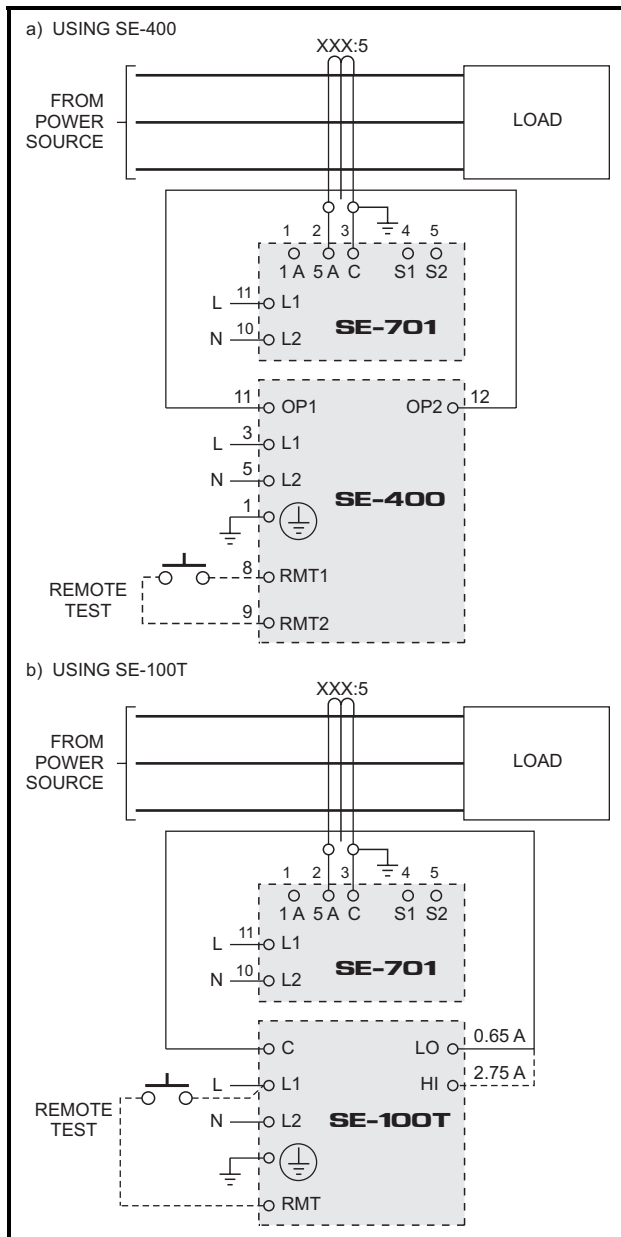

РИС. 7. Схемы тестирования защиты от короткого замыкания на землю
- d) Проверьте правильность реакции размыкающего цепь устройства в ответ на моделированный или контролируемый ток КЗ на землю. Для моделирования тока короткого замыкания на землю воспользуйтесь инъекцией тока первичной обмотки СТ. На Рис. 7 (а) изображена тестовая схема с применением Блока тестирования реле защиты от КЗ на землю Startco SE-400. SE-400 имеет программируемый выход 0,5 - 9,9 А в течение 0,1 - 9,9 с. Задайте ток тестирования на уровне 120% установки SE-701. На Рис. 7 (b) изображена тестовая схема с применением Тестера реле защиты от КЗ на землю Startco SE-100T. SE-100T обеспечивает ток тестирования 0,65 или 2,75 А для тестирования 0,5- и 2,0-А уровней размыкания. Подавайте ток тестирования через проем трансформатора тока в течение не менее 2,5 секунд. Убедитесь в том, что